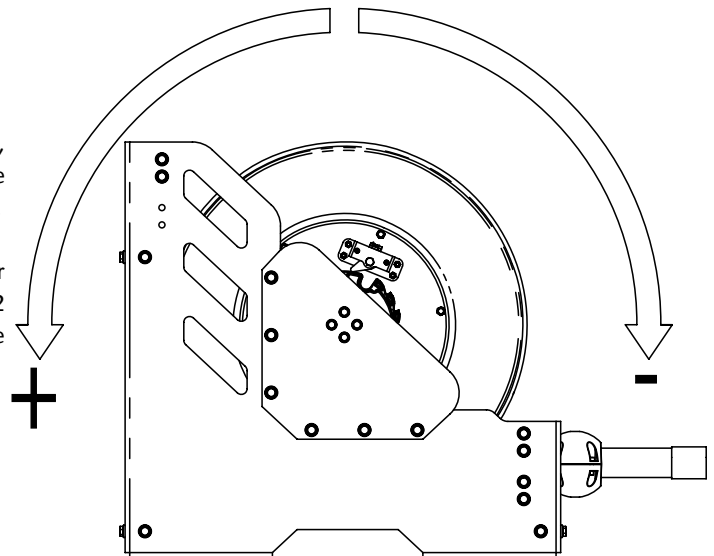

Fig. 7
3. Once the hose is completely wound around the spool (the power springs still will be with no tension), apply the pretension to the power springs by turning the spool the number or turns stated in the table depending on the hose length (see table), turning in positively direction as shown in (fig. 7). Do not apply more tension than stated, as the power springs could be damaged.
3. Una vez la manguera esté totalmente recogida (los resortes deberán seguir neutros), aplique la pre-tensión a los resortes, girando el tambor el número de vueltas indicado en la tabla dependiendo de la longitud de la manguera (ver tabla), en sentido positivo según (fig. 7). No se debe aplicar más tensión de la indicada, pues los resortes podrían resultar dañados.
6. Apply the pre-tension to the power springs by turning the spool towards positive direction (fig. 7), the number of turns indicated in (fig. 6), depending on the hose length. Do not apply more tension than stated, as the power spring could be damaged.
6. Aplique la pre-tensión a los resortes, girando el tambor el nº de vueltas dependiendo de la longitud de manguera, ver (fig. 6) girando en sentido positivo según se muestra en la (fig. 7). No se debe aplicar más tensión de la indicada, pues los resortes pueden resultar dañados.
4. Turn the spool to increase or decrease the power springs tension (fig. 7). Never exceed the turns indicated in the table (fig. 6).
4. Haga girar la bobina para incrementar o disminuir la tensión según (fig. 7). Nunca sobrepase las vueltas de pretensión indicadas en la tabla (fig. 6).